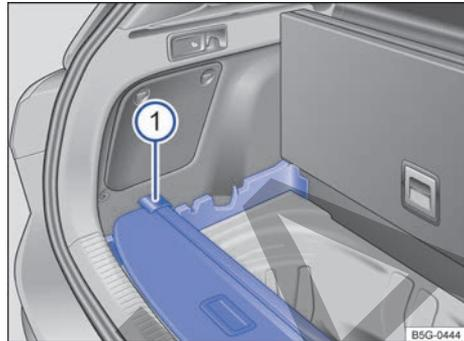

Fig. 158 Debajo del piso variable del maletero: guardar la cubierta del maletero.
- Deposite la cubierta del maletero desmontada → fig. 158 ① sobre los rebajes traseros de las bases laterales, tal y como se muestra en la figura.